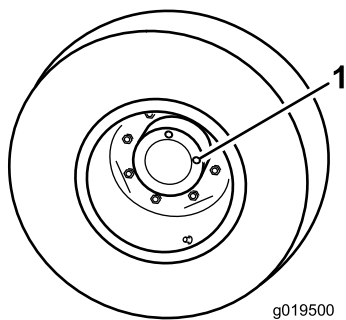

Figura 91
1. Com a máquina numa superfície plana, posicione a roda de forma a que 1 tampão de verificação fique na posição das 12 horas e o outro na das 3 horas (Figura 91).
2. Retire o tampão da posição das 3 horas (Figura 91).